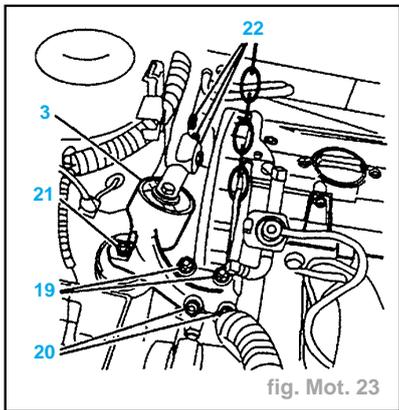

fig. Mot. 23
- Reposer l'ensemble support moteur et biellette anticouple (3) fig. Mot. 23).
- Serrer (daN.m) (fig. Mot. 23) :
- les écrous (19) ..... 8
- les vis (20) ..... 8
- l'écrou (21) ..... 4,5
- les 3 vis de fixation (22) ..... 5
- les écrous (19) ..... 4,5
- les vis (20) ..... 6